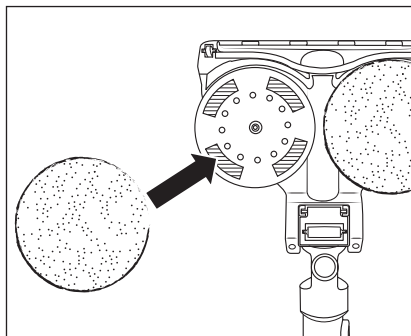

Fig. 17
- ◆ Para montar una almohadilla para fregar ❸④ en el accesorio para fregar ❸①, colóquela centrada sobre uno de los dos platos giratorios de la parte inferior del accesorio para fregar ❸① (consulte la fig. 17). A continuación, presiónela firmemente sobre las tiras de velcro del plato giratorio.